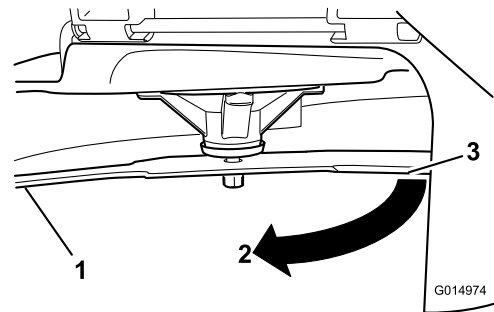

Figure 89
4. Tournez la même lame de 180 degrés pour amener l'autre tranchant à la même position (Figure 89).